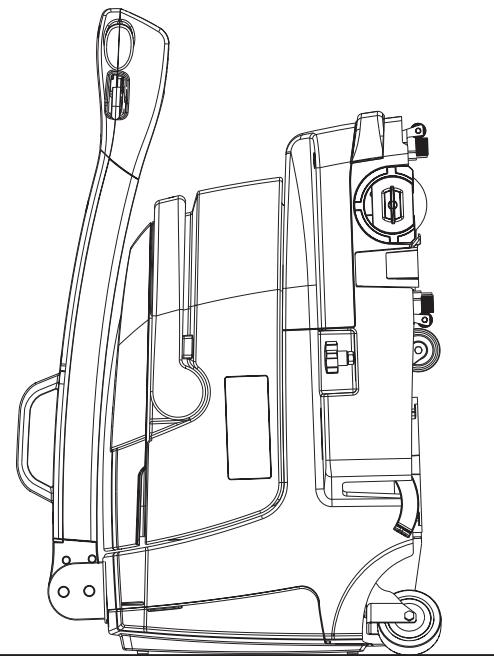

Abbildung 7
4. Das Gerät durch Abschalten anhalten, dann die Bürsten und die Sauglippen mithilfe des Abstellpedals (10) anheben.
5. Den Behälter der Tanks (13) entleeren.
8. Das Gerät abstellen. Zum Absenken des Schubbügels (1) den Hebel (8) drücken.
9. Das Gerät muss im Parkmodus abgestellt werden; Pedal (10).
10. Bei Platzmangel kann die Maschine zum Abstellen an der Rückseite angelehnt werden, siehe Abbildung 7.